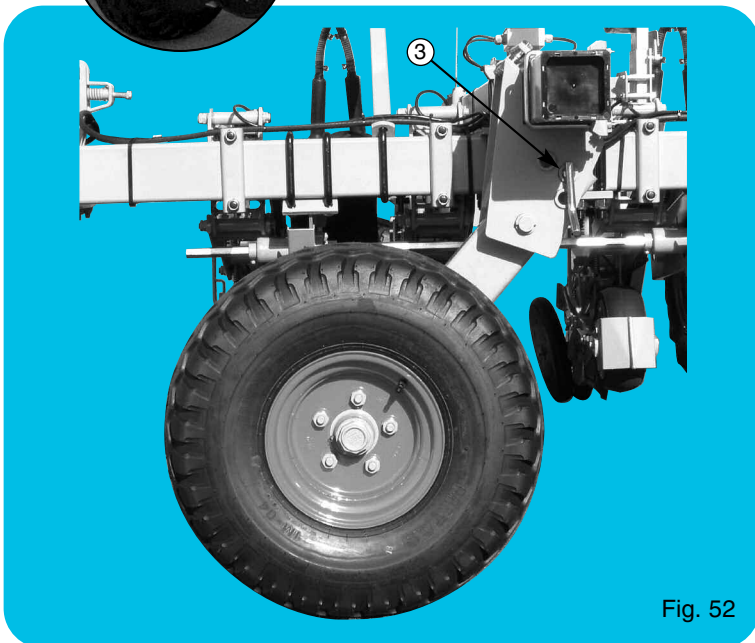

Fig. 52
- Positionner les 2 blocs roues en position route et les verrouiller avec la broche ③ fig. 52.
- Position the 2 wheel units in the road position and lock them with the pin ③ fig. 52.
- Die 2 Radblöcke in Straßenposition bringen und sie mit der Spindel ③ Abb. 52 verriegeln.
- Posizionare i due blocchi ruote con i loro mozzi in posizione marcia e bloccarli con la broccia ③ (fig. 52).